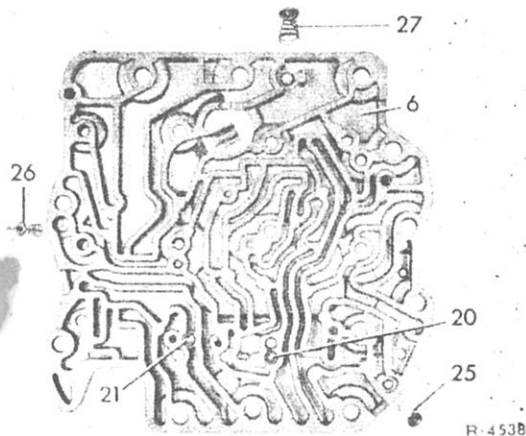

Bild 27-8/8
14 Kugel mit 5,5 mm Ø (20) und Kugel mit 5,5 mm Ø (21) in ihre angesenkten Sitze einlegen (Bild 27-8/8).